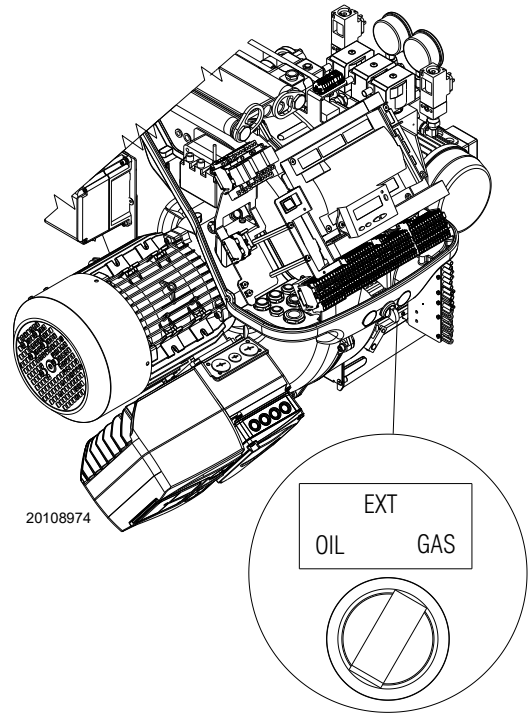

Fig. 41
- Așezați comutatorul în poziția „OIL” (Fig. 41) pentru funcționarea cu motorină și „GAS” pentru funcționarea cu gaz.
- 1 cu selectorul „OIL-EXT-GAS” (Fig. 41);